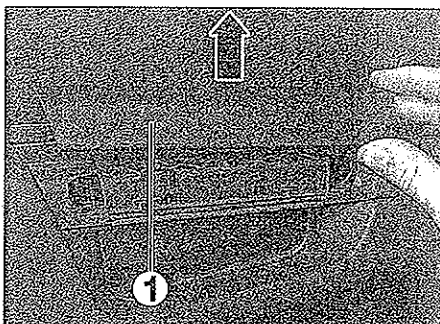

FIG. 45
- Desmontar la tapa (1) de la empuñadura de puerta (fig. 45).
- Desmontar la tapa (1) de la empuñadura de puertas (fig. 45).